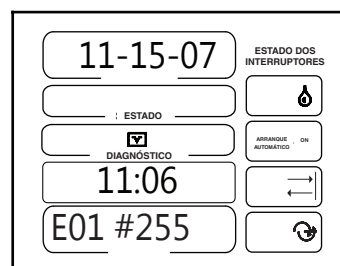

Figura 44-2
2. Premir **SELECT** para avançar para o código de erro pretendido. A data e a hora do evento mais recente serão apresentadas. Ver a figura 44-2.